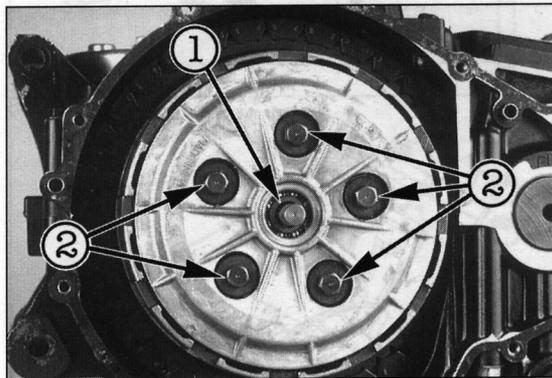

Bild 156
- Befestigungsschrauben der Kupplungsfedern schrittweise über Kreuz ausdrehen (Bild 156).